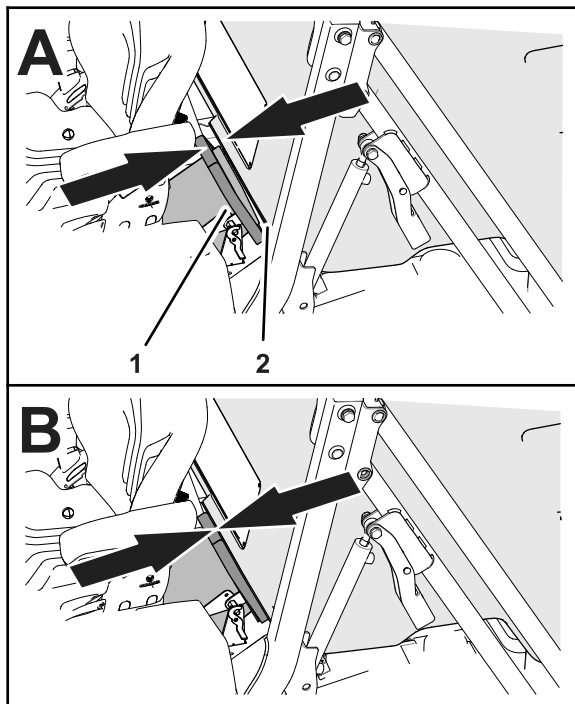

Bild 109
3. Schieben Sie die Fangbox nach vorne oder hinten, bis der Fangboxzulauf mit der Auswurfkanaldichtung ausgefluchtet ist (**Bild 109**).